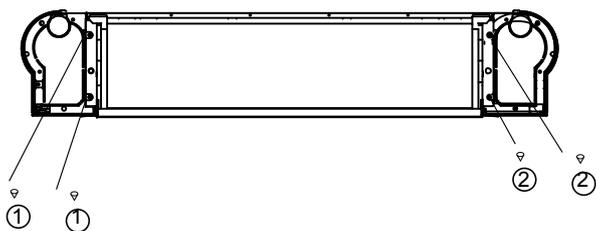
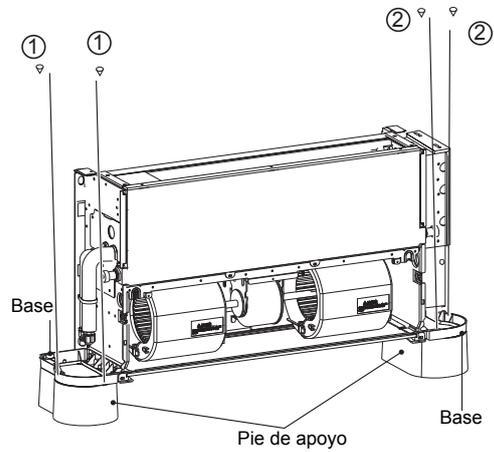

Fig. 4-6a, para producto cubierto
Fig. 4-6b
Las zapatas mostradas en Fig. 4-6a, Fig. 4-6b son opcionales. Puede comprarlos por separado e instalarlos de la siguiente manera:
1. Para el producto con envoltente, debe fijar las bases según Fig. 4-6a.
3. Coloque los orificios de montaje de la base de la unidad en el perno de localización de la zapata correspondiente e instale los tornillos ①\*2 y ②\*2 para fijar la zapata según Fig. 4-6b.